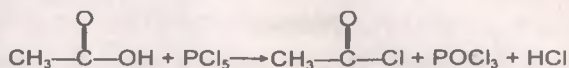

Рис. 168
- 3) при обработке карбоновых кислот пятихлористым фосфором получают **хлорангидриды** (рис. 168).